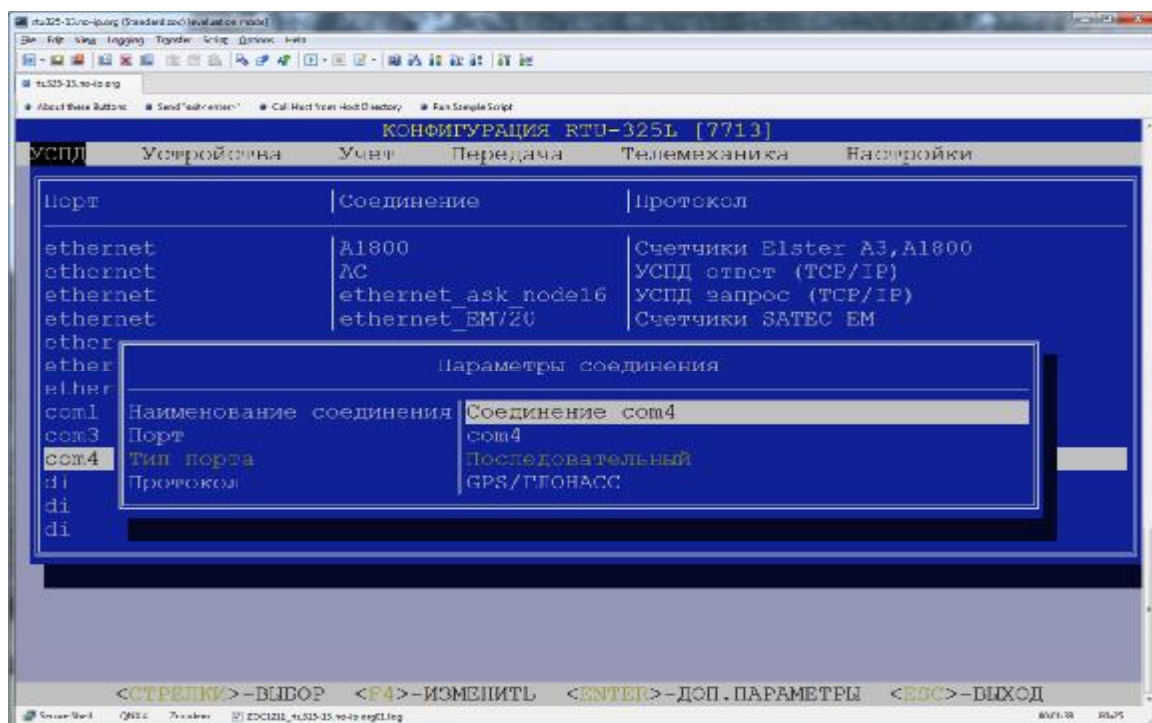

Рисунок 38
6.5.2.2. Установить соединение на выбранный порт (рисунок 38)